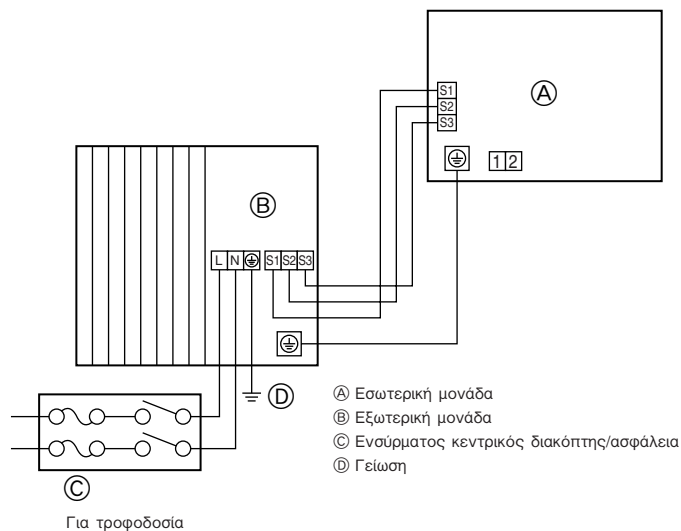
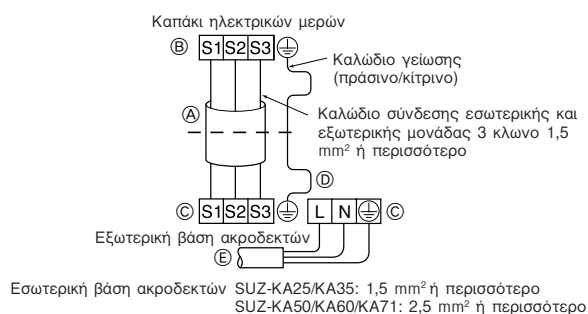
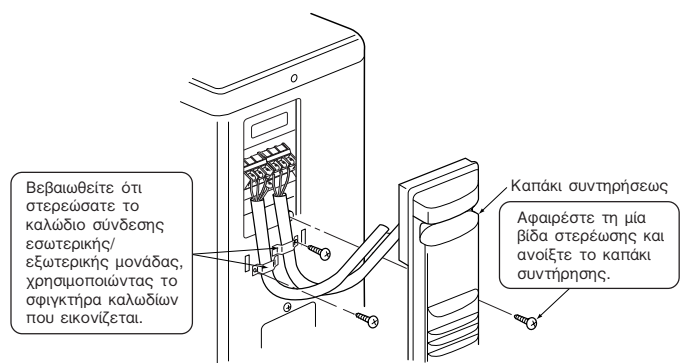
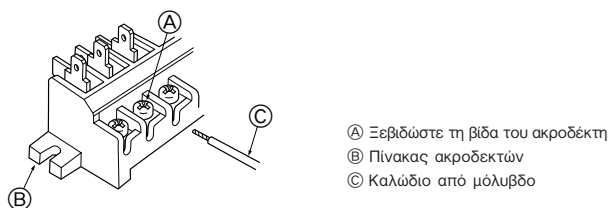

Fig. 6-1
Fig. 6-2
Fig. 6-3
Fig. 6-4
6.1. Εξωτερική μονάδα (Fig. 6-1, Fig. 6-2, Fig. 6-3, Fig. 6-4)
- Συνδέστε τα καλώδια σύμφωνα με τις Fig. 6-1, Fig. 6-2, Fig. 6-3 και Fig. 6-4.
- Εκτελέστε την καλωδίωση, όπως φαίνεται στο διάγραμμα κάτω αριστερά. (Προμηθευτείτε το καλώδιο επί τόπου) (Fig. 6-2)
- Προσέξτε να μην κάνετε κακή σύνδεση των καλωδίων. (Fig. 6-4)